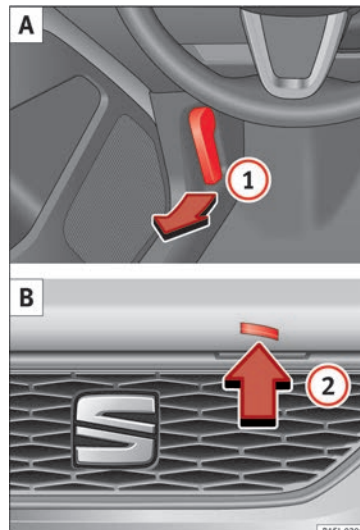

Fig. 8 A : Levier de déverrouillage sur le plancher, côté conducteur. B : Levier de déverrouillage sur le capot-moteur.
• Tirez le levier de déverrouillage ① dans le sens de la flèche » fig. 8 A. Grâce à l'action du ressort, le capot-moteur est éjecté de l'élément de verrouillage du porte-serrure » **⚠** au chapitre Préparatifs pour travailler dans le compartiment moteur à la page 205.
• Soulevez légèrement le capot-moteur et appuyez sur le bouton de déverrouillage ② B dans le sens de la flèche pour ouvrir complètement le capot-moteur.
• Retirez la barre de maintien du capot de son support dans le sens de la flèche ③ C et placez-la dans l'ouverture prévue à cet effet ④ D (flèche).